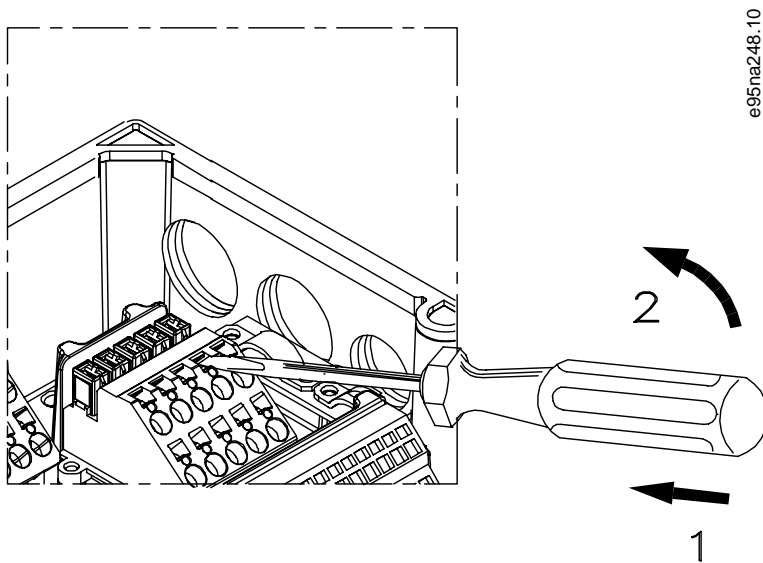

Abbildung 14: Öffnen der Klemmen
1. Öffnen Sie den Kontakt, indem Sie einen kleinen Schraubendreher in die rechteckige Öffnung über dem entsprechenden Kontakt einführen und damit die Klemmfeder öffnen (siehe Abbildung 14).